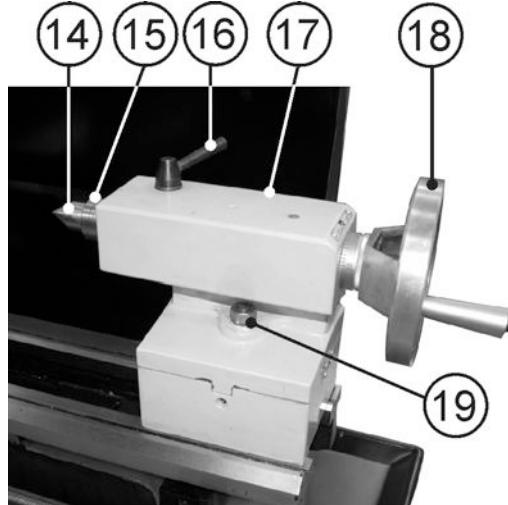

Рис.10
фиксирующей положение задней бабки (17). Поверните ручку фиксации положения пиноли (16) против часовой стрелки. Маховиком перемещения пиноли (18) по часовой стрелке подожмите центр (14). Поворотом ручки фиксации положения пиноли (16) по часовой стрелке зафиксируйте установленное положение пиноли (15), Рис. 10.